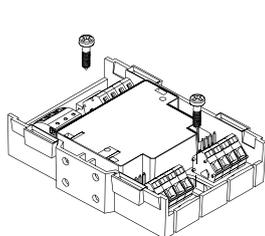

Рис. 3.2.1
- Монтаж непосредственно внутри распределительного щита или блока управления: монтируйте модуль на ровной поверхности (рис. 3.2.1).
2. Закрепите модуль двумя винтами M4X15 (рис. 3.2.1). Расстояние между отверстиями: 63,5±1,0 мм.